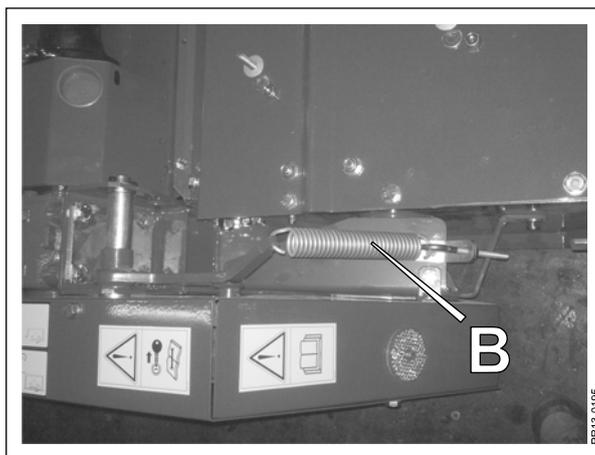

Abb. 5-34
**Abb. 5-34** Die Keilriemen werden mit einer Spannrolle gespannt gehalten. Die Spannrolle wird von einer Feder **B** gespannt gehalten. Die Feder so einstellen, dass immer mindestens 1-2 mm Abstand zwischen den Windungen besteht.